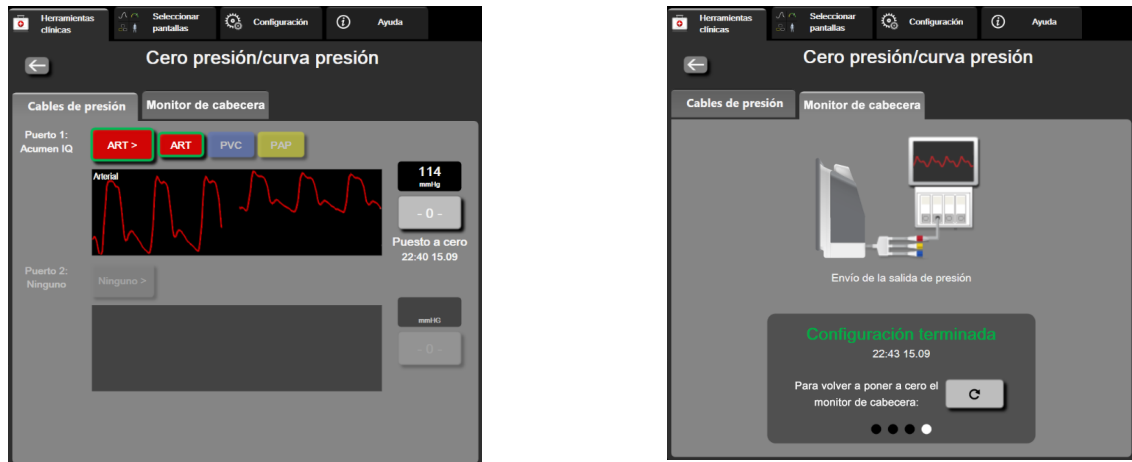

Figura 10-2 Pantalla Cero presión/curva presión – Puesta a cero de sensor y salida de presión
- 5 Toque el icono de **Transmitir curva de presión**  para iniciar la salida de la señal de presión al monitor de cabecera. Se mostrará el mensaje “**Configuración terminada**” cuando se esté transmitiendo la curva en vivo al monitor de cabecera conectado. Consulte la pantalla derecha que se muestra en la figura 10-2 en la página 181.